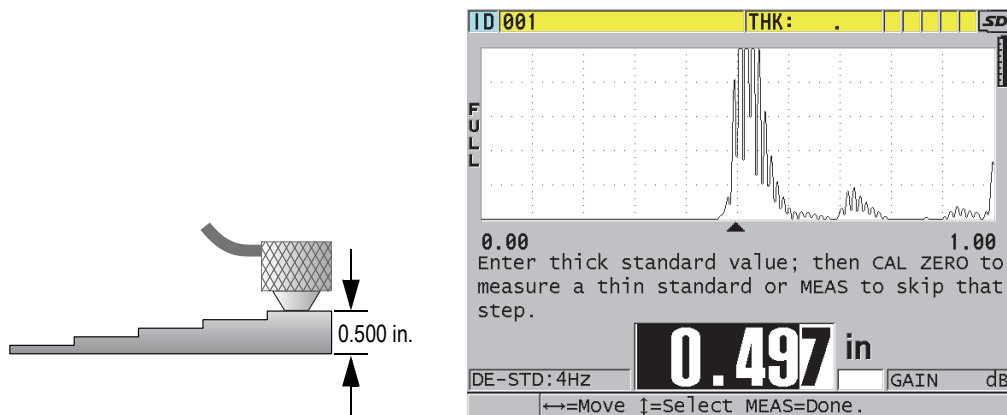

図 5-4 階段状試験片（5 段階）での材料音速校正の実行
1. 材料音速校正を実行するには（74 ページ図 5-4 参照）：